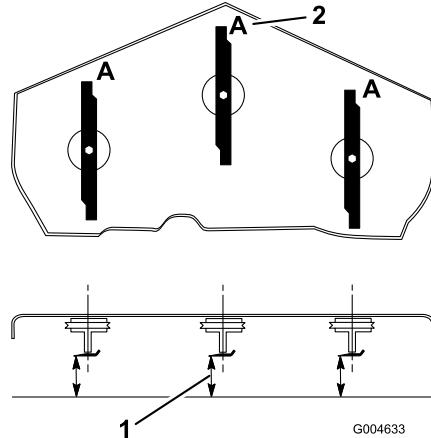

Figura 72
3. Rode as lâminas até as suas extremidades se encontrarem viradas para a frente e para trás (Figura 72). Meça desde uma superfície nivelada até à extremidade de corte, posição A, das lâminas (Figura 72). Anote esta medida.